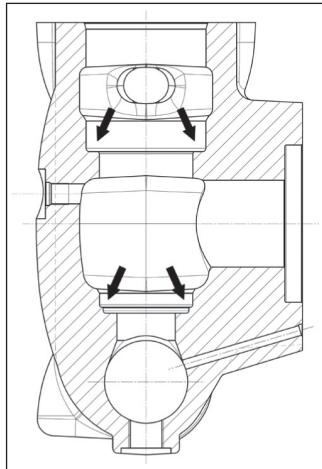

图98
! 重新安装阀组前，应彻底清洁和干燥泵头里的相应底座，如箭头所示（①，图98）。